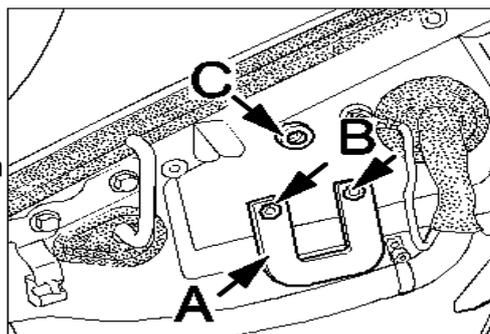

Bild 3
Sollten die Bohrungen (Ø4 mm und 9mm), (Bild 3, Pos. B und C) nicht vorhanden sein, so müssen diese entsprechend den Lochbildern vom Basisträger und Kunststoffhalter gebohrt werden. Bohrungen gegen Korrosion mit Zinkstaubfarbe behandeln.
- 3.2 Basisträger (Bild 3, Pfeil A) mit Blindnieten an den unteren Bohrungen (Ø 4 mm), Bild 3, Pos. B befestigen.
- 3.3 Blindnietmutter M6 mit der Blindnietmutterzange in die obere Bohrung (Ø 9 mm), Bild 3, Pfeil C einziehen.